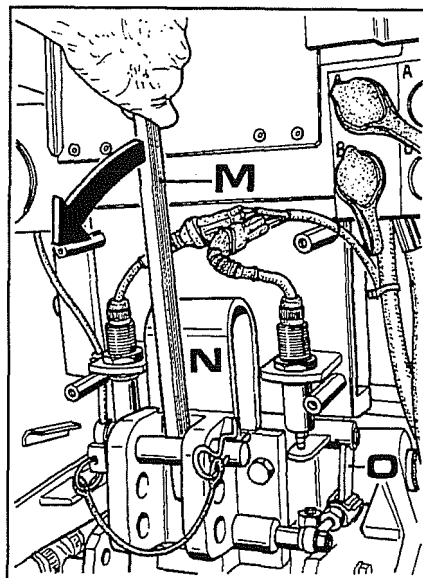

Fig. 53
- c. Inserire una leva (**M** fig.53) dietro all'attacco 3° punto e agire nel senso indicato dalla freccia. Così facendo si va ad azionare la molla **N** supporto attacco, quindi per reazione dei leveraggi (**O**) si produce un abbassamento della lama di appoggio puntale del sensore sforzo controllato. A questo punto il sollevatore dovrebbe cominciare ad alzarsi, perciò rilasciando la leva il sollevatore dovrebbe scendere nuovamente.